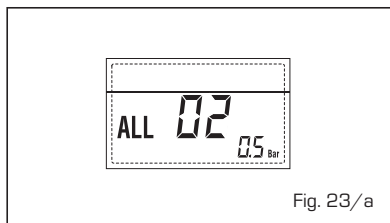

Fig. 23/a
- ANOMALÍA ALTA PRESIÓN AGUA "ALL 03" (fig. 23/b)